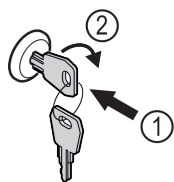

Fig. 91
- Zatlačte kľúč Fig. 91 [1].
- Otočte kľúč o 90° v smere hodinových ručičiek Fig. 91 [2].